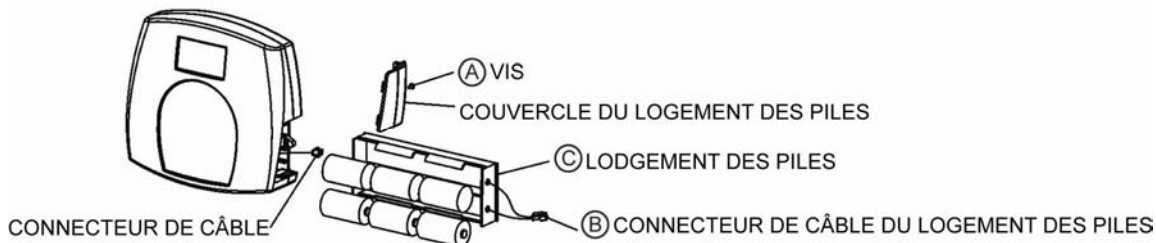

Figure 3 - Les Piles
2. Placez les piles dans le logement prévu à cet effet (cf. § « Remplacement des piles » et Figure 3).
- Retirez le couvercle du logement des piles du bloc d'affichage— Figure 3 (A).
- Débranchez le connecteur de câble du logement des piles au connecteur de câble du logement des piles (B).
- Retirez le logement des piles (C) avec précautions en le faisant glisser doucement hors du bloc d'affichage.
- Remplacez avec précautions le logement des piles (C) dans le bloc d'affichage.
- Branchez le connecteur de câble du logement des piles au connecteur de câble du logement des piles (B).
- Fixez le couvercle au bloc d'affichage et placez la vis (A).